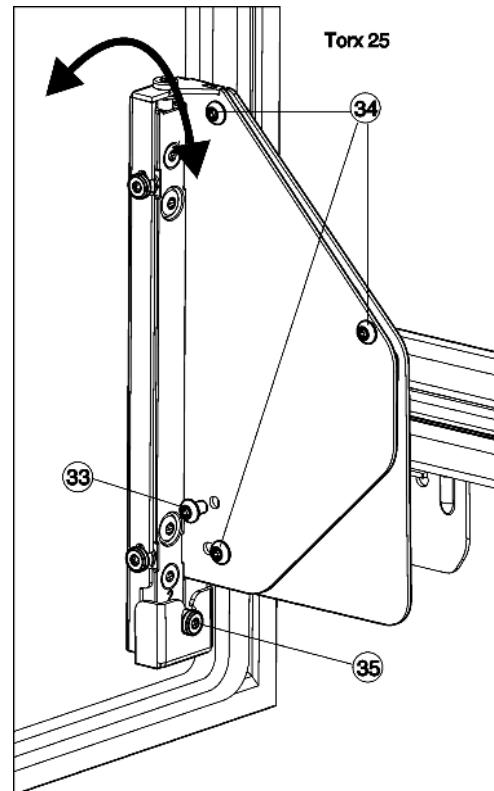

Fig. 22
- Полностью выкрутите винт Fig. 22 (33).
- Винт Fig. 22 (33) можно утилизировать, он больше не понадобится.
- Отпустите винты Fig. 22 (34) только на 1-2 оборота.
- Вращайте регулировочный винт Fig. 22 (35). По часовой стрелке: дверь вверху отклоняется от корпуса устройства. Против часовой стрелки: дверь вверху приближается к корпусу устройства, а внизу отходит от него.
- После окончания регулировки наклона снова прочно затяните все винты Fig. 22 (34).